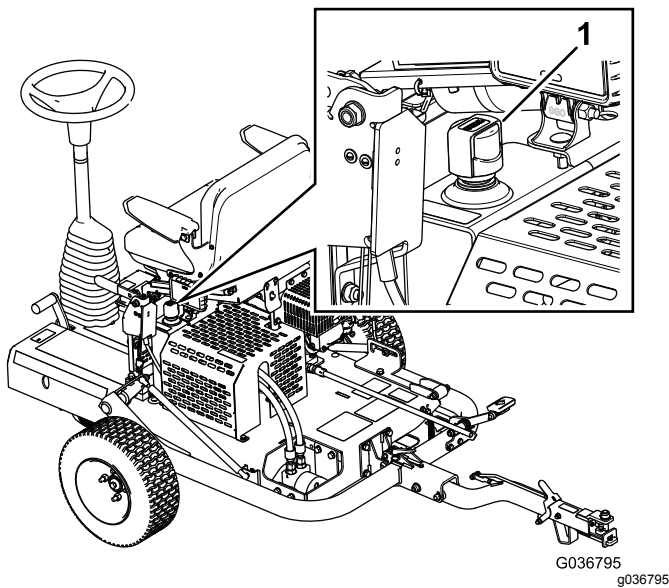

Figura 21
3. Retire el tapón del depósito hidráulico y compruebe el nivel de fluido en la varilla (**Figura 21**).